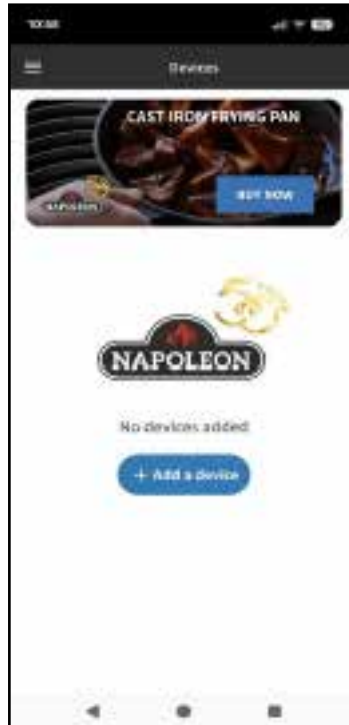

Fig 11
4. Sélectionnez « Ajouter un appareil » et acceptez les autorisations (**Fig 11 et 12**).